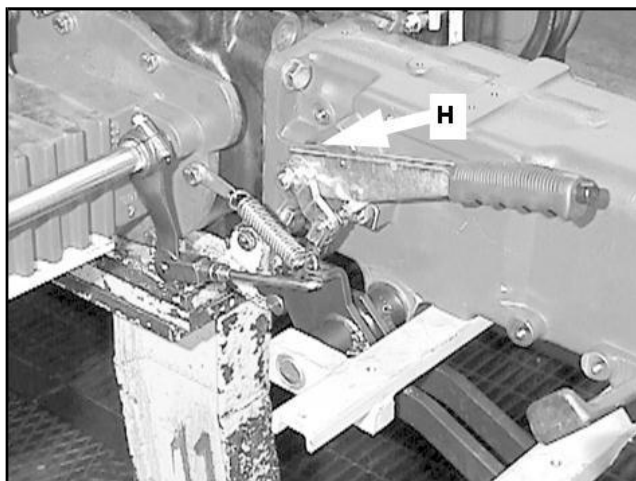

Fig.3
- regolare la lunghezza del tirante avvitando e svitando il dado **H** (Fig. 3)